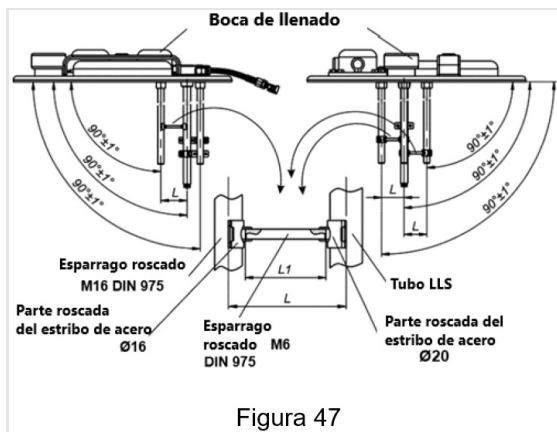

Figura 47
Figura (Figura 47).
- Determine el largo L1, mediante la inserción de cualquier remache de Ø3...4 en los orificios roscados de las abrazaderas, y comparando las dimensiones (lineal y angular) indicadas en la fig. (Figura 47)